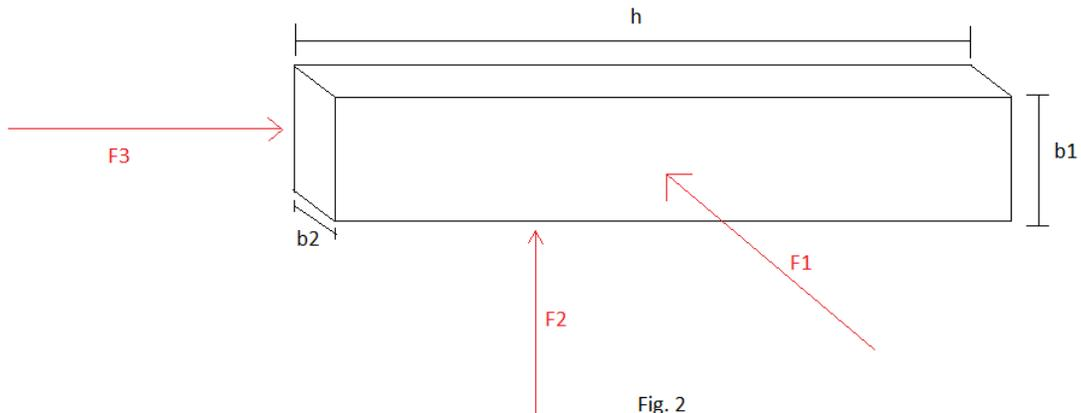

Fig. 2
- c) Se tiene un material rectangular de dimensiones conocidas (Fig. 2) sometido a un estado de fuerzas normales. Determine las deformaciones elásticas en los tres ejes, considerando que el material es Isótropo y Elástico-Lineal.